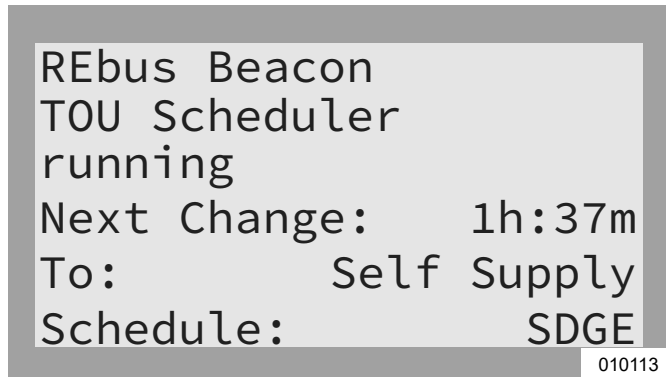

Figura 6-21. Desactivación del programador TOU (1 de 3)
1. Consulte la Figura 6-21. Navegue hasta la página de dispositivo Beacon y presione el botón central para ingresar al menú del dispositivo.